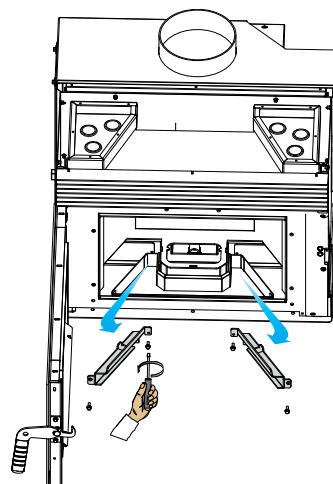

fig. 7.17
- E) Retirer les supports des plaques réfractaires latérales (fig. 7.17).